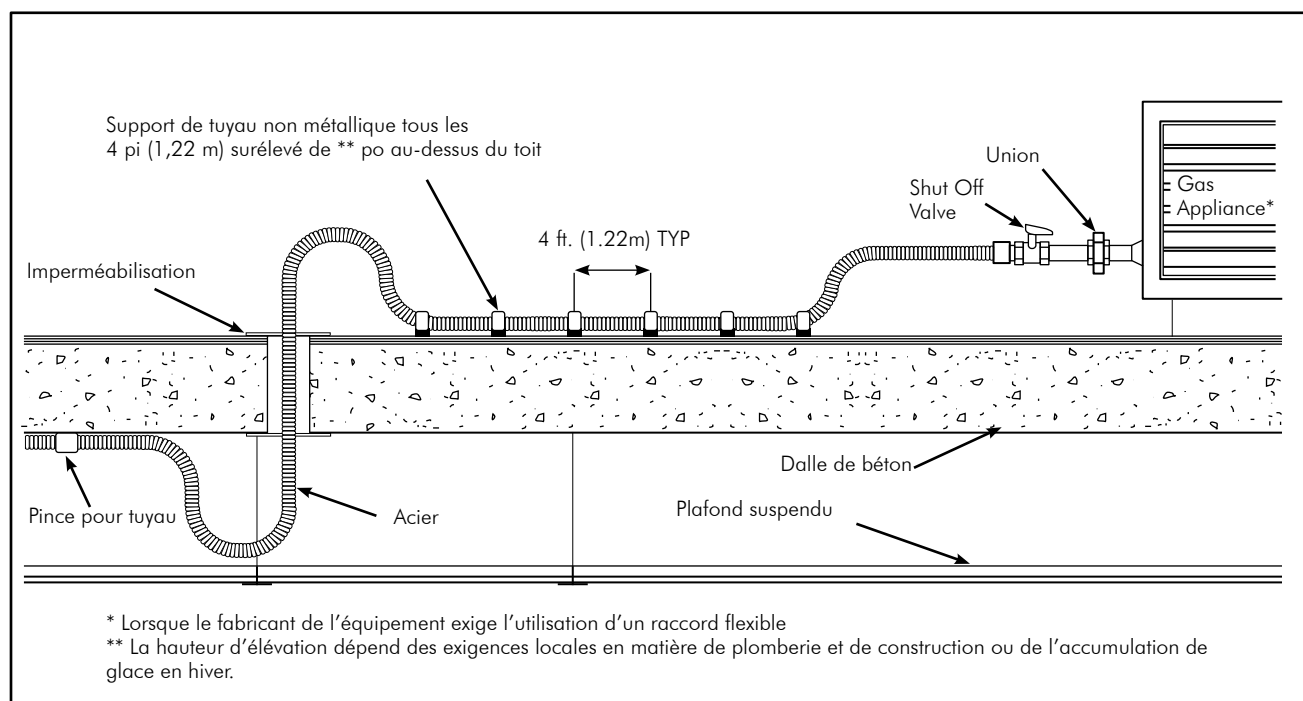

FIG. 4-30 Raccordement extérieur long à un équipement installé
- Aucune protection mécanique particulière des tuyaux n'est requise pour brancher des équipements situés sur le toit. Dans la mesure du possible, les pénétrations de toit doivent comprendre un raccord ou une plaque de raccord d'extrémité pour l'extérieure et doivent être situées à moins de 6 pi (1,83 m) de l'équipement à brancher, comme le montre la FIG. p. 4-29. Les grandes longueurs de tuyaux doivent être appuyées sur des blocs non métalliques tous les 4 pi (1,22 m) sur leur longueur extérieure et surélevée par rapport au toit (comme le montre la FIG. 4-30) à une distance déterminée par le code ou la pratique locale.